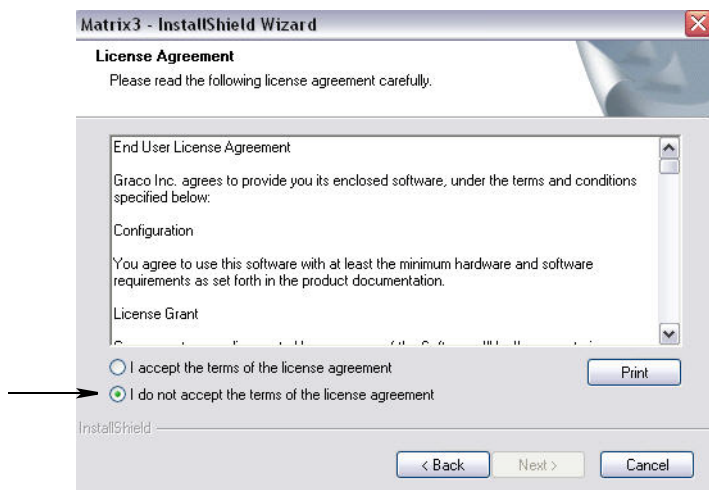

Рис. 13
- Просмотрите сведения в «End User License Agreement» [Лицензионном соглашении с конечным пользователем] (Рис. 13). Если условия приемлемые, выберите пункт «I accept the terms of the license agreement» [Я принимаю условия лицензионного соглашения]. После принятия условий лицензионного соглашения активируется кнопка «NEXT» [ДАЛЕЕ]. Нажмите кнопку «NEXT» [ДАЛЕЕ].